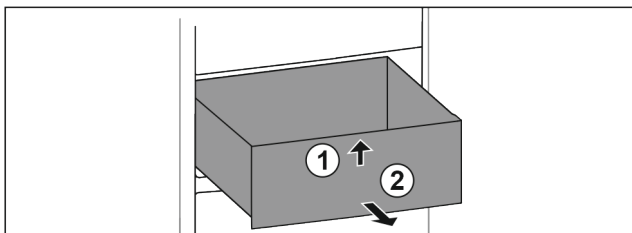

Fig. 63
- ▶ Приподнимите выдвижной ящик спереди. Fig. 63 (1)
- ▶ Извлеките выдвижной ящик движением вперед. Fig. 63 (2)